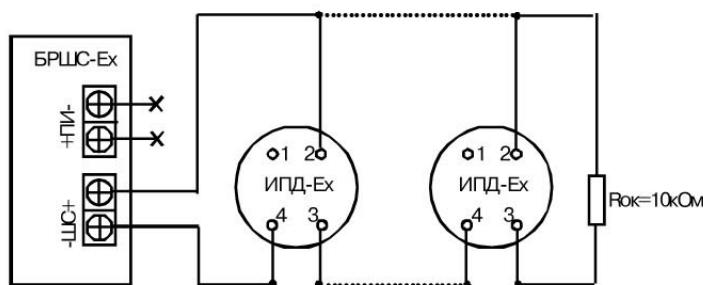

Рис.1-Рекомендуемая схема подключения ИПД-Ex к БРШС-Ex (в один шлейф БРШС-Ex рекомендуется включать не более 10 ИПД-Ex)
4.1.2.3. Произведите монтаж подводящих проводов к розетке ИПД-Ex согласно схеме подключения (рис. 1).